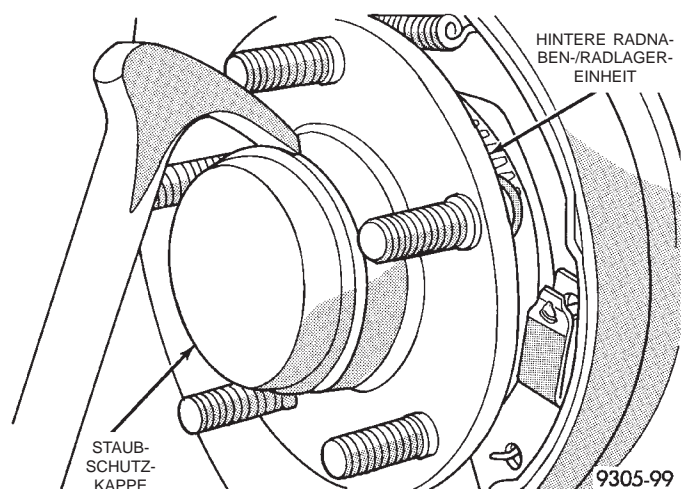
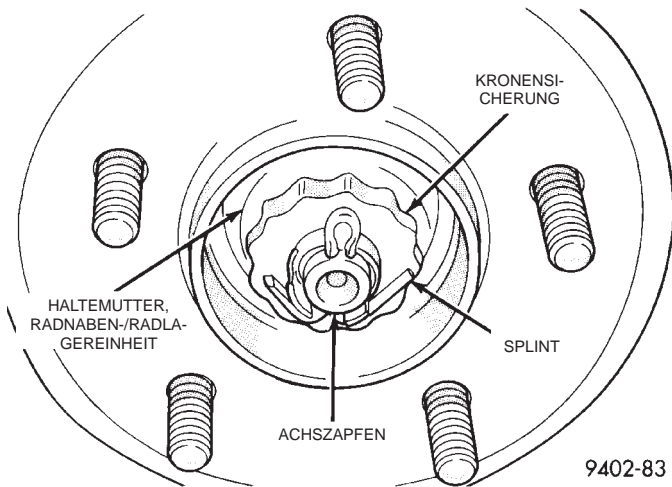

Abb. 49 Staubschutzkappe, hintere Radnaben-/Radlagereinheit
Abb. 50 Haltemutter, Radnaben-/Radlagereinheit
(1) Fahrzeug auf Unterstellböcke heben oder mit einem Wagenheber zentriert anheben. Siehe Abschnitt zum Anheben des Fahrzeugs im Kapitel "Schmierung und Wartung" in diesem Werkstatthandbuch für das bei diesem Fahrzeug anzuwendende Verfahren.
(2) Hinterrad abmontieren.
(3) Scheibenbremsen-Bremssattel vom Adapter lösen.
(4) Brems Scheibe von der Radnaben-/Radlagereinheit lösen.
(5) Staubschutzkappe von der hinteren Radnaben-/Radlagereinheit lösen (Abb. 49).
(6) Splint, Kronensicherung, Haltemutter und Unterlegscheibe der hinteren Radnaben-/Radlagereinheit entfernen (Abb. 50). Dann die hintere Radnaben-/Radlagereinheit vom Achszapfen abziehen.
(1) Hintere Radnaben-/Radlagereinheit auf den hinteren Achszapfen setzen. Unterlegscheibe und Haltemutter der Radnaben-/Radlagereinheit ansetzen (Abb. 50) und die Haltemutter mit einem Anzugsmoment von 168 N·m (124 ft. lbs.) festziehen.
(2) Wellscheibe, Kronensicherung und Splint am Achszapfen montieren.
(3) Staubschutzkappe der hinteren Radnaben-/Radlagereinheit anbringen (Abb. 49).
(4) Hintere Bremsscheibe auf die Radnabe setzen.
(5) Bremssattel auf den Scheibenbremsenadapter setzen. Die 2 Bremssattel-Führungsbolzen eindrehen und mit einem Anzugsmoment von 22 N·m (17 ft. lbs.) festziehen.
(6) Rad montieren. Radmuttern in der richtigen Reihenfolge festziehen, bis das halbe vorgeschriebene Anzugsmoment erreicht ist. Dann in derselben Reihenfolge bis zum vollen vorgeschriebenen Anzugsmoment von 129 N·m (95 ft. lbs.) festziehen.